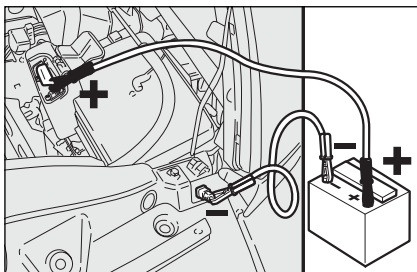

fig. 2
- sluit een tweede startkabel aan op de minpool (-) van de hulpaccu en op de massa-aansluiting zoals afgebeeld in **fig. 2**;